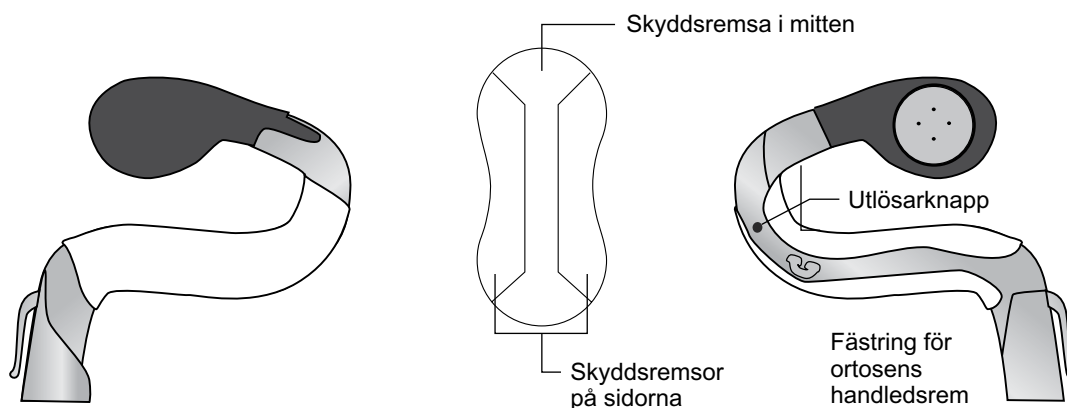

Bild 6-5: Överdrag till handledsinlägg fäst på handledsinlägg
5. Se till att hela handledsinlägget täcks. Se bild 6-5.